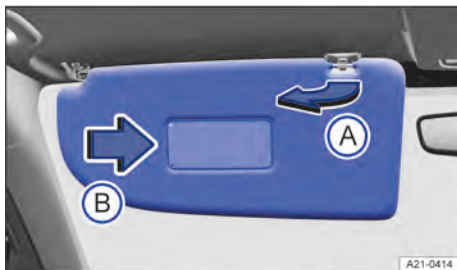

Fig. 98 No revestimento do teto dianteiro: para-sol.
2. Retirar do suporte e virar na direção das portas → Fig. 98 (A).
1. Empurrar a cobertura no sentido da seta → Fig. 98 (B).